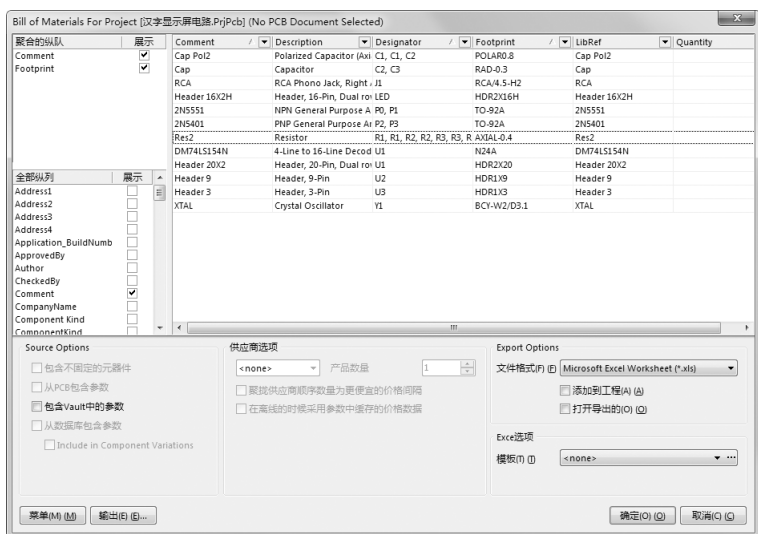

图 15-37 显示元件清单列表
(1) 在该项目任意一张原理图中，选择菜单栏中的“报告”→“Bill of Material”（元件清单）命令，系统将弹出如图 15-37 所示的对话框来显示元件清单列表。